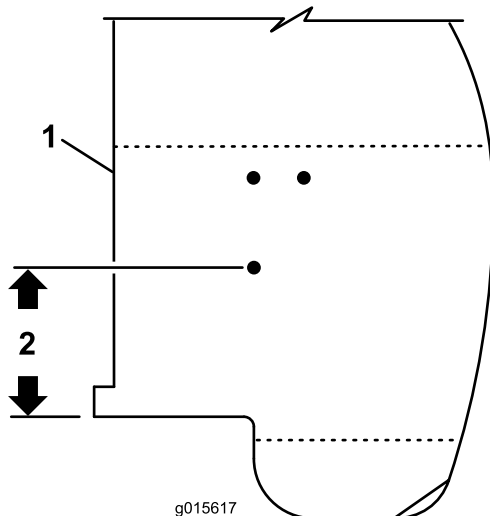

Bild 1
- Wenn das hintere Loch 9,5 cm von der Kante des Kotflügels entfernt ist, wie in Bild 1 abgebildet, fahren Sie mit Schritt 4 fort.